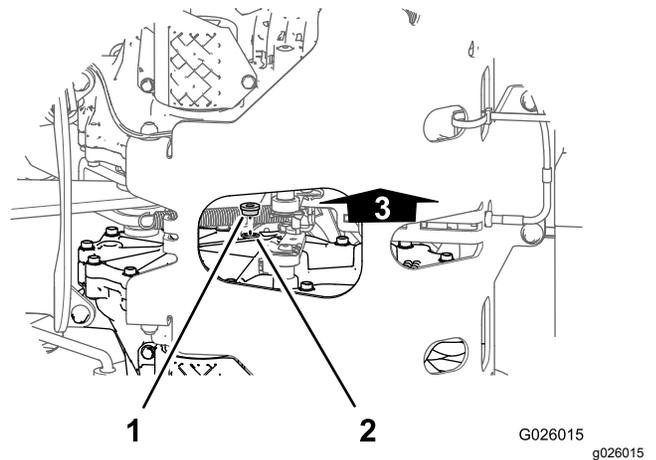
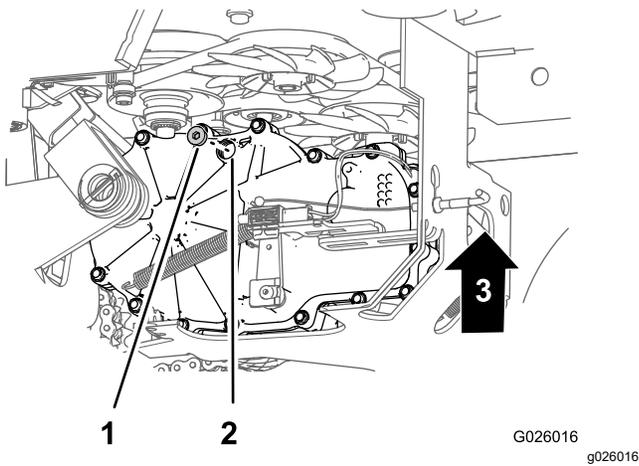

Figura 58
Figura 59
2. Alinee un recipiente debajo de los tapones de la mirilla de las transmisiones (Figura 58 y Figura 59).
3. En el lado interior de la transmisión, cerca de la parte superior, retire el tapón de la mirilla de una de las transmisiones (Figura 58 y Figura 59).